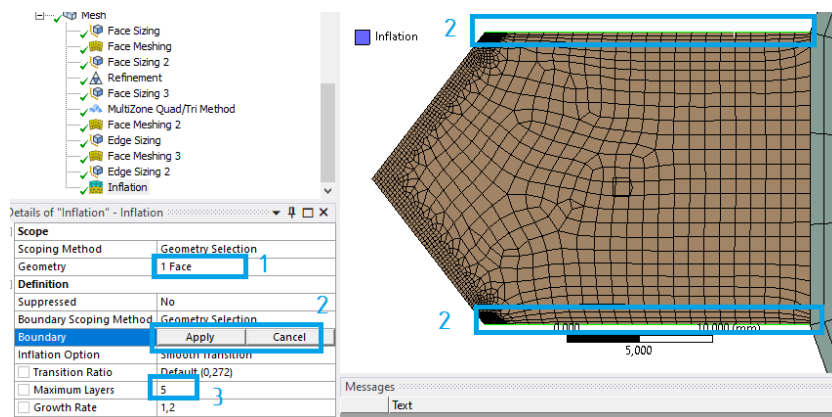

Рис. 12. Задание настроек сетки для участка № 2
- жмем ПКМ на **Mesh – Insert – Inflation**, указываем участок № 2 (1), выделяем торцевые ребра на участке № 2 (2) и задаем величину дополнительных разбиений ячеек (3) 5 (рис. 12).